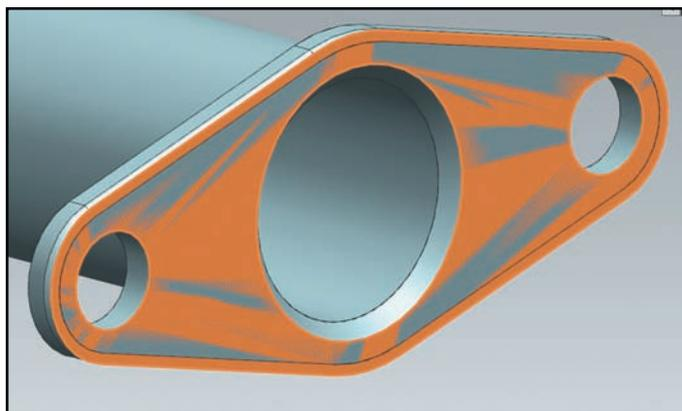

Рисунок 4.11. Обновление связи
- Сделайте сборку рабочей деталью и обновите новый компонент через пункт контекстного меню **WAVE > Обновить деталь (WAVE > Update Part)**. В результате копия грани в целевом компоненте будет изменена, но изменение будет касаться только диаметра отверстий, в то время как появление фаски на исходной грани будет проигнорировано (рис. 4.11).